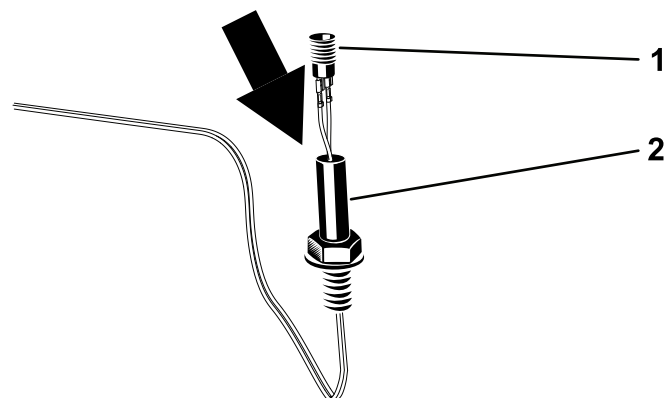

Рисунок 7
4. Вставьте разъем маячка в гнездо маячка, повернув гнездо маячка (Рисунок 7).